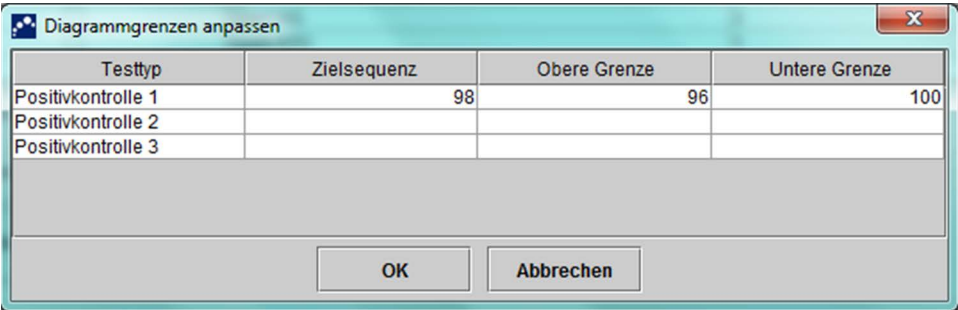

Abbildung 6-5. Dialogfeld „Diagrammgrenzen anpassen“
- Schaltfläche „**Diagrammgrenzen anpassen**“ – Wählen Sie die Datengrenzwerte aus, die beim Auftragen der Daten verwendet werden sollen. Drücken Sie die Schaltfläche **Diagrammgrenzen anpassen**. Es wird das Dialogfeld „Diagrammgrenzen anpassen“ angezeigt. Siehe Abbildung 6-5.